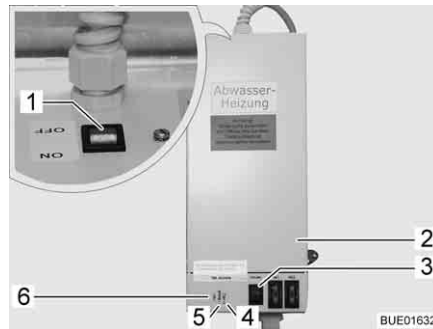

Fig. 153 Transformateur avec régulateur
Le transformateur 230 V AC/12 V DC (Fig. 153,2) est, suivant le modèle, monté dans la penderie ou dans la banquette de la dînette.
- Le voyant de contrôle (Fig. 153,5) s'allume en vert : Régulateur en marche
- Les voyants de contrôle (Fig. 153, 4 et 6) s'allument en rouge : Les conduites des eaux usées sont chauffées
Un bouton-poussoir de contrôle (Fig. 153,3) est intégré dans le boîtier, ce bouton permet d'enclencher brièvement le régulateur. En appuyant sur le bouton-poussoir de contrôle, vous pouvez tester le fonctionnement du chauffage, même si la température ambiante est supérieure à 5 °C.
- Placer l'interrupteur (Fig. 153,1) du transformateur (Fig. 153,2) sur "ON".
- Placer l'interrupteur (Fig. 153,1) du transformateur (Fig. 153,2) sur "OFF".